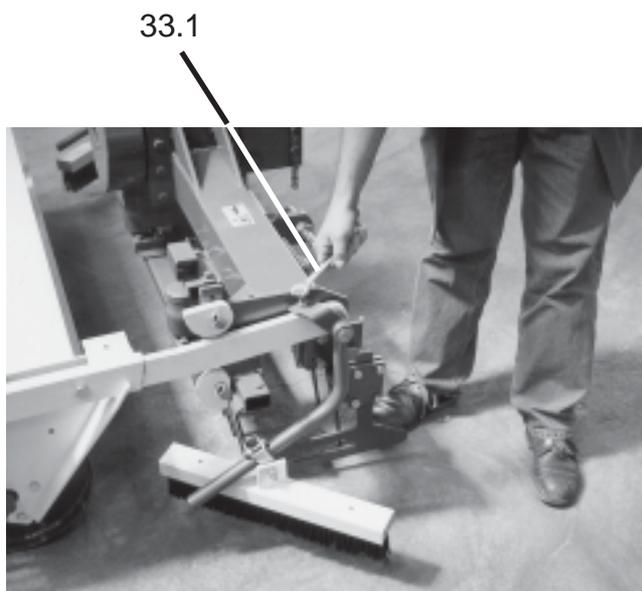

Abb. 33
- Regeln Sie die Höhe der Bürste mit Hilfe der Stellschraube (Abb. 33/1).